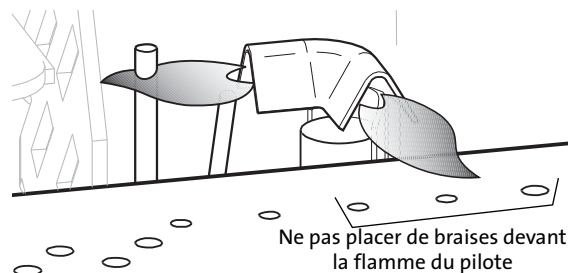

Figure 17. Forme correcte de la flamme du pilote.
1. Faites glisser l'interrupteur principal vers la gauche (O) pour déconnecter l'alimentation, fig. 17.